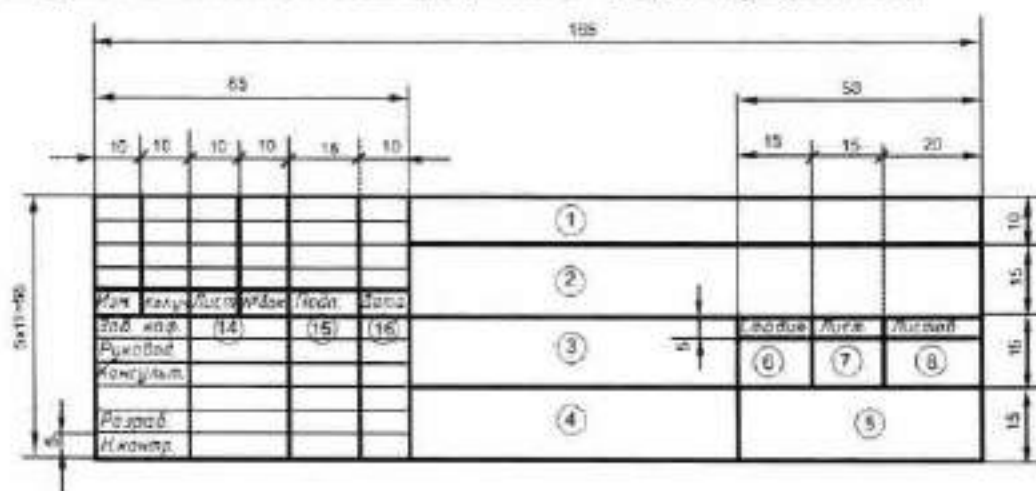

Рисунок 1.6 - Форма 3 (ГОСТ 21.101-97\*)
- листов графических документов – форме 3 (рисунок 1.6);